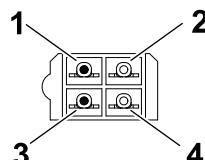
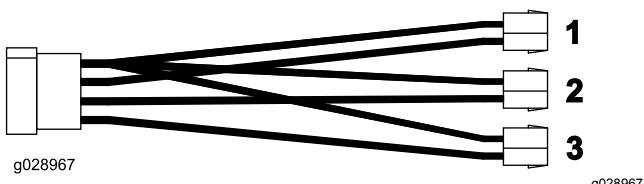

Bild 23
Bild 24
5. Führen Sie die drei Stecker des Frontscheinwerfer-Kabelbaums durch den Kunststoffmantel und stecken Sie das vordere Standlicht, den vorderen Blinker und die Scheinwerferkabel in die Anschlüsse; ordnen Sie die Kabelfarbe den Stellen zu, die in Bild 23 und Bild 24 abgebildet sind.